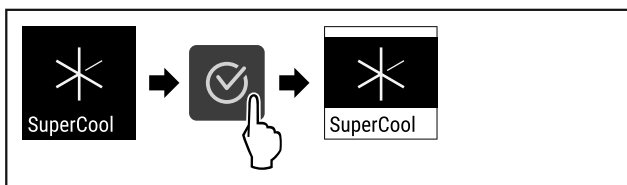

Fig. 90
- Eseguire i passi (vedere Fig. 90).